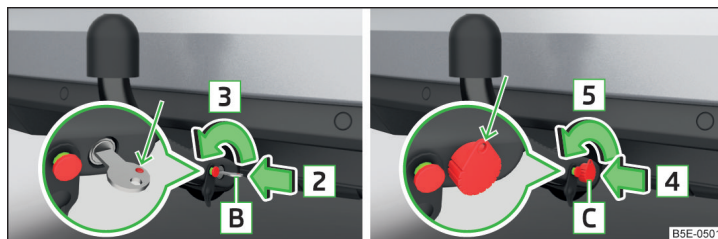

Fig. 175 Sbloccaggio della serratura: variante chiave 1 / variante chiave 2
- Ruotare la chiave [B] in direzione della freccia [3], in modo che il suo contrassegno rosso sia rivolto verso l'alto » fig. 175.
- Ruotare la chiave [C] in direzione della freccia [5], in modo che l'occhiello della chiave sia rivolto verso l'alto » fig. 175.